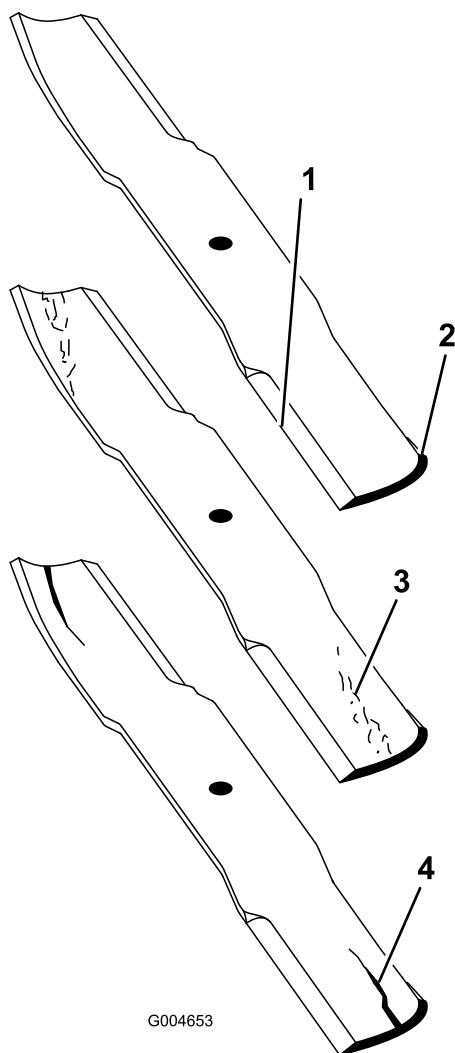

Figura 94
2. Verificate accuratamente i taglienti, con particolare attenzione ai punti d'incontro delle sezioni piatta e curva della lama (Figura 94).
Nota: Sabbia e materiali abrasivi possono consumare il metallo che connette le sezioni piatta e curva della lama, per cui si consiglia di controllare la lama prima di usare il tosaerba. Se notate dell'usura (Figura 94), sostituite la lama.